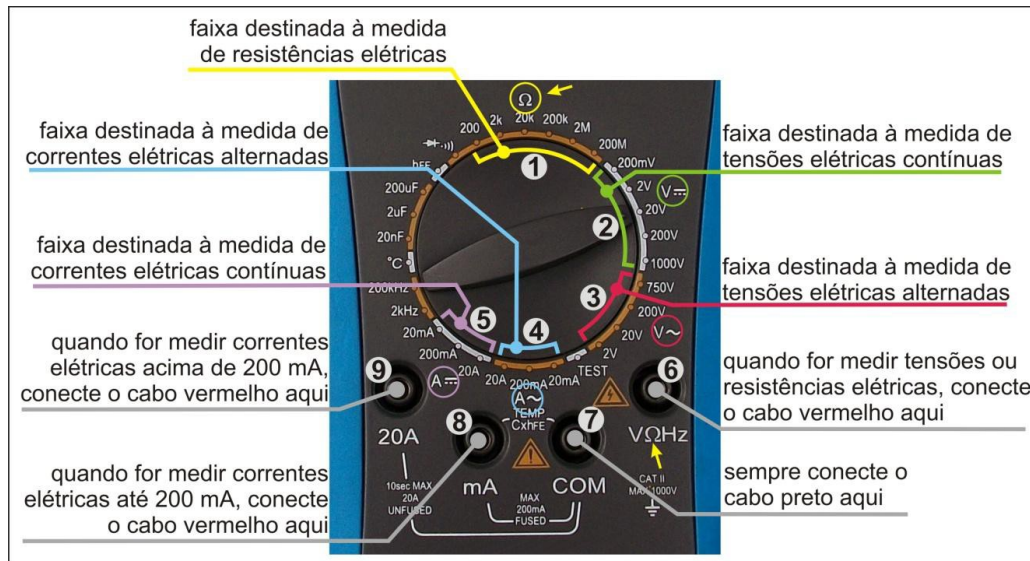
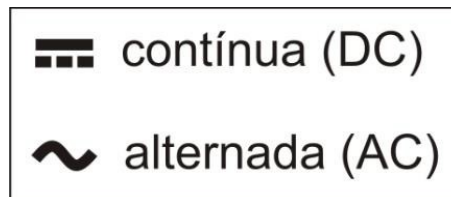
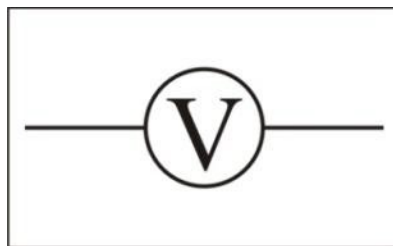

Figura 4 – Chave seletora de função/escala e terminais do multímetro.
Figura 6 – Símbolos utilizados para representar tensões e correntes contínuas e alternadas.
Figura 7 – Símbolo utilizado para representar um voltímetro em um circuito elétrico.
Para realizar medições com o multímetro é necessário conectar os cabos aos terminais mostrados na figura 3. São fornecidos um cabo preto e um vermelho. O cabo preto sempre deve ser conectado ao terminal comum (terminal nº 7 na figura 4, a seguir). Já o cabo vermelho pode ser conectado aos outros três terminais (terminais 6, 8
e 9 na figura 4), conforme a medida que se queira efetuar. A seguir trataremos com mais detalhes destes últimos elementos, uma vez que é fundamental que você compreenda bem como utilizá-los.
Girando a chave seletora você pode mudar a configuração do multímetro, podendo usá-lo como ohmímetro, voltímetro, amperímetro, freqüencímetro, isto é, permite que você modifique a função do aparelho. Há alguns segmentos de arco que indicam a função para uma determinada posição da chave seletora. Por exemplo, se a chave seletora estiver orientada na direção do segmento de arco sublinhado em amarelo (nº 1 na figura 4), o aparelho estará configurado como ohmímetro e você poderá utilizá-lo para medir resistências elétricas. Note que o símbolo Ω (lê-se ohm - unidade de medida de resistência elétrica) aparece acima dos números escritos sobre aquele segmento de arco. Veja que o mesmo símbolo aparece também no terminal em que se deve ligar o cabo vermelho para executar a medida de resistência elétrica (terminal nº 7 na figura 4).
Além de permitir a medida de resistências, o multímetro permite a medida de tensões elétricas, funcionando como um voltímetro. Para configurá-lo como voltímetro é preciso girar a chave seletora para as posições indicadas por verde e vermelho na figura 4. Se a chave seletora estiver orientada para a direção da faixa verde (n^o 2 na figura 4) o voltímetro estará configurado para medir tensões contínuas (DC) de 200 mV a 1000V. Já se a chave estiver orientada para o segmento marcado em vermelho (n^o 3) o voltímetro estará configurado para medir tensões alternadas de 2V a 750 V. Note que o símbolo V acompanha os dois segmentos de arco que indicam a função voltímetro do multímetro. Perceba também que o símbolo V aparece ao lado do terminal em que se deve conectar o cabo vermelho do multímetro (terminal 6 na figura 4). A maneira de identificar se a função é adequada para a medida de tensões contínuas ou alternadas é olhando para o símbolo que acompanha a letra V. A figura 6 mostra os símbolos utilizados para
representar uma tensão (ou corrente) contínua e uma tensão (ou corrente) alternada. Veja na figura 4 que estes símbolos aparecem ao lado da letra V, que aparece nas posições adequadas para se medir tensões elétricas. A figura 7 mostra o símbolo utilizado para representar um voltímetro em um circuito elétrico.
Para medir correntes elétricas é necessário configurar o multímetro como amperímetro. Isso pode ser obtido girando a chave seletora e posicionando-a na direção dos segmentos de arco acompanhados pelo símbolo A (de ampère – unidade de medida de corrente elétrica). Novamente, atente para o fato de que os símbolos mostrados na figura 6 aparecem ao lado da letra A (veja a figura 4), indicando que existem faixas adequadas à medição de correntes elétricas alternadas e faixas destinadas à medição de correntes elétricas contínuas. Na figura 4 estes segmentos de arco estão identificados em azul (nº4) e em roxo (nº5), respectivamente.
É necessário ter um cuidado especial ao utilizar o amperímetro de um multímetro digital. Este aparelho pode ser danificado permanentemente se não for utilizado da maneira correta. Para efetuar medidas com o amperímetro de um multímetro digital é necessário mudar o cabo vermelho de posição: ele deve ser conectado aos terminais identificados com os números 8 e 7 na figura 4. Se a corrente a ser medida possuir um valor máximo de 200 mA (0,2 A) você pode conectar o cabo vermelho ao terminal nº 8 (veja a figura 4). Este terminal é protegido por um fusível e não tolera correntes maiores que essa. Se for excedido este valor o fusível se rompe e o
aparelho deixa de funcionar. Se a corrente a ser medida estiver acima de 200 mA, deve-se conectar o cabo vermelho ao terminal nº 9 (veja a figura 4). Este terminal permite que se façam leituras de correntes até 20 A com o aparelho. Mas note que é necessário conjugar a posição do cabo vermelho no terminal correto e a posição da chave seletora. A chave seletora seleciona o fundo de escala do multímetro (que pode ser 20 mA, 200 mA ou 20 A, tanto alternada quanto contínua). Se a chave seletora estiver orientada para 20 mA ou 200 mA, então o cabo vermelho deve estar conectado ao terminal nº 8 da figura 4. Já se a chave estiver apontando para a escala de 20 A então o cabo vermelho deve ser conectado ao terminal nº 9 da figura 4.